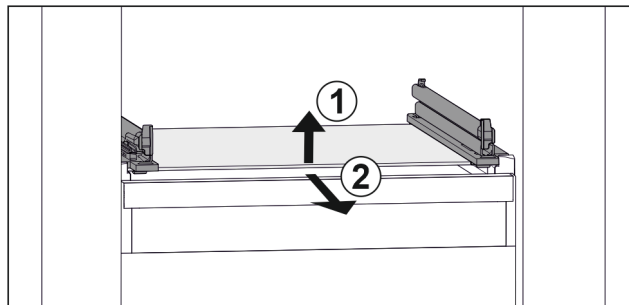

Fig. 47 Przykładowa prezentacja płyty szklanej
- ▶ Unieść płytę szklaną z przodu. Fig. 47 (1)
- ▶ Wyjąć płytę szklaną do przodu. Fig. 47 (2)